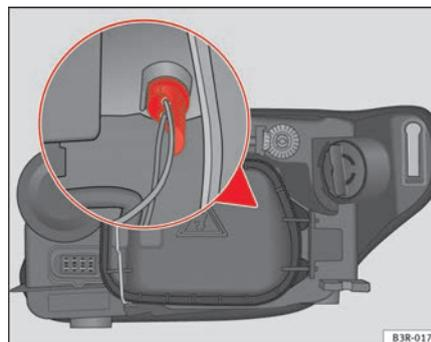

Fig. 217 Ampoule feux de position
- Retirez le support d'ampoules en le saisissant par la base ⇒ fig. 217 (on peut aussi l'extraire en tirant les câbles du support).